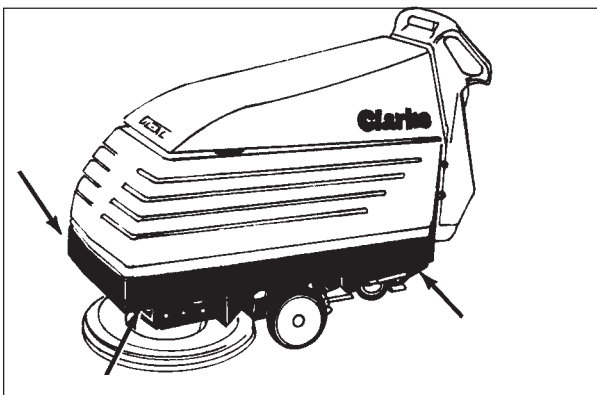

Figure 3
12. Fasten the machine to the vehicle. Note position of anchor tie down holes. See figure 3.
12. Arrimez la machine dans le véhicule. Remarquez l'emplacement des trous d'ancrage/de fixation sur la face inférieure. Voir figure 3.